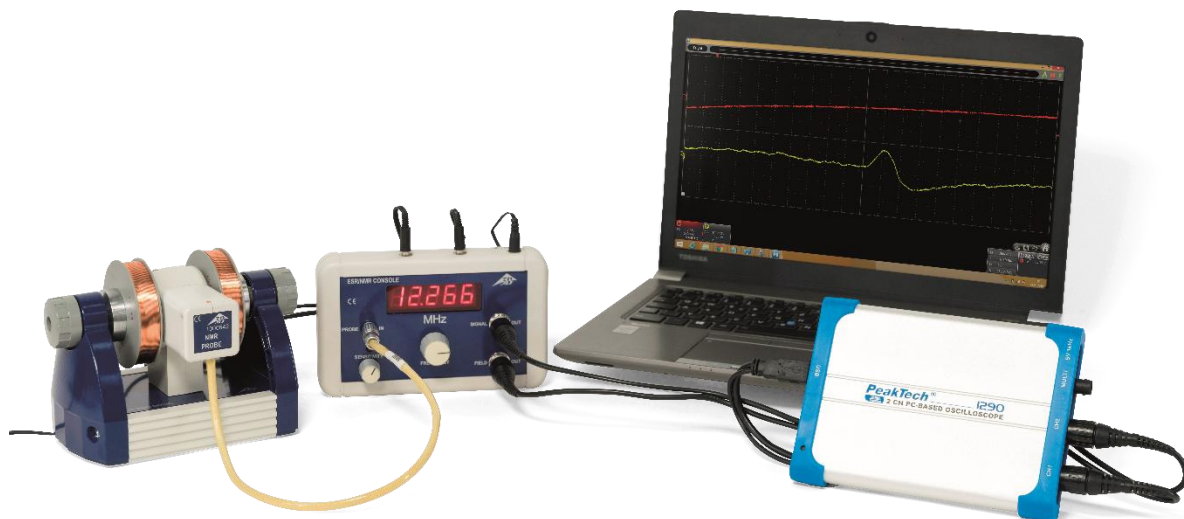

Abb. 3: Experimenteller Aufbau NMR mit einem PC-Oszilloskop
- Ausgang „SIGNAL OUT“ des Steuergeräts an Kanal 1 des Oszilloskops und Ausgang „FIELD OUT“ an Kanal 2 anschließen (siehe Abb. 3).